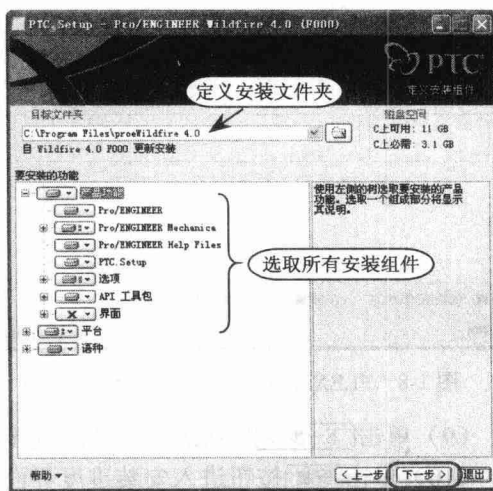

图 1-5 定义安装组件界面
(4) 接着安装 Pro/ENGINEER 文件, 选择 **【Pro/ENGINEER】** 选项, 弹出定义安装组件界面, 如图 1-5 所示。